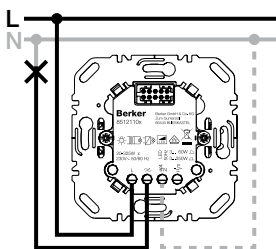

Figura 3: Mecanismo de conmutación de 1 elemento
- El mecanismo de conmutación de 1 elemento tiene un terminal N opcional (figura 3 y 4). Posibilidad de funcionamiento sin conductor neutro.